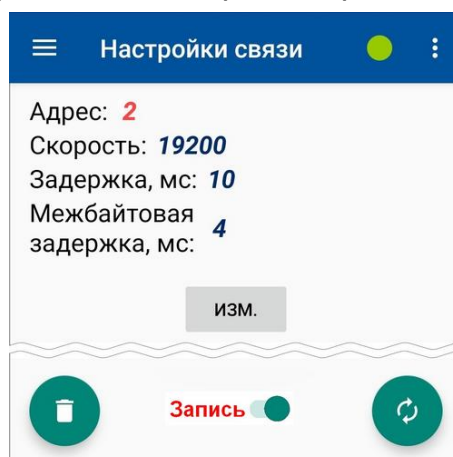

Рис.33. Вид отредактированного значения в дочернем окне.
- в дочернем окне правее наименования установочного параметра начнется отображение его отредактированного значения (рис.33):